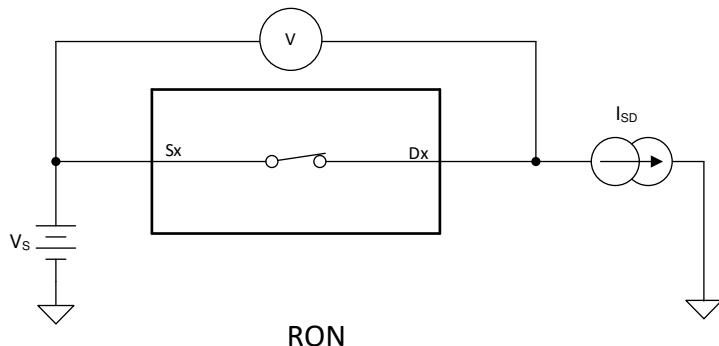

図 6-1. オン抵抗測定時の構成
デバイスのオン抵抗は、デバイスのソースピン (S_x) とドレインピン (D_x) の間の抵抗値 (Ω) です。オン抵抗は、入力電圧と電源電圧によって変化します。オン抵抗は、記号 R_{ON} を使用して示されます。図 6-1 に、 R_{ON} の測定に使用する測定構成を示します。この構成を使用して電圧 (V) と電流 (I_{SD}) を測定し、 R_{ON} は $R_{ON} = V / I_{SD}$ で計算します。